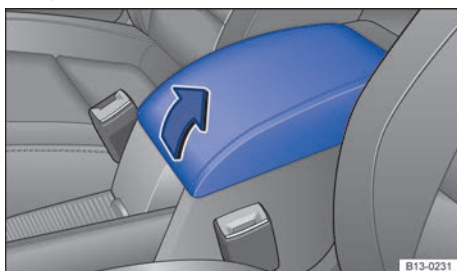

Fig. 118 En el reposabrazos central delantero: portaobjetos.
*Apertura:* Levante el reposabrazos → fig. 118.